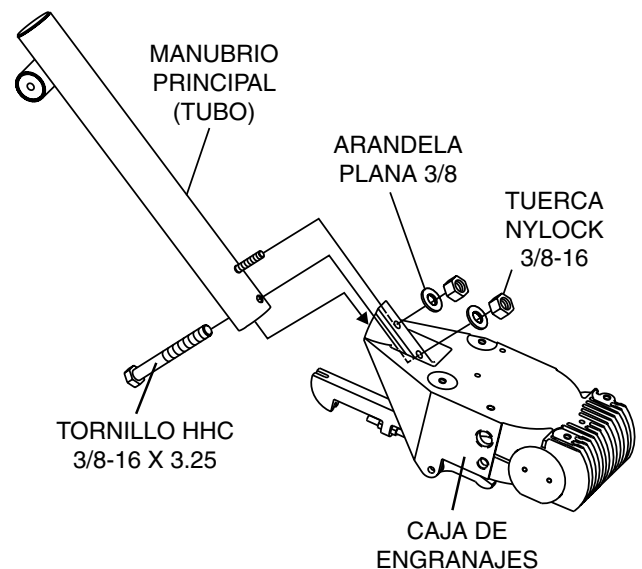

Figura 2. Instalación del manubrio
1. Conecte el tubo principal del manubrio en la caja de velocidades con la tornillería suministrada tal como se muestra en la Figura 2.